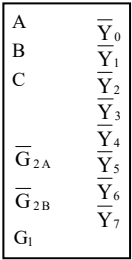

图 T.1 74LS138 译码器
3. (8 分) 用如图 T.1 所示的 74LS138 译码器设计一个 I/O 端口译码电路, 使 CPU 能寻址四个地址范围: ①2c0h~2cfh, ②2d0h~2dfh, ③2e0h~2efh, ④2f0h~2ffh。(假定在 AT 标准 I/O 地址空间扩展, 禁止 DMA 操作期间译码, 允许增加必要的门电路; 要求画出地址位分配表)。